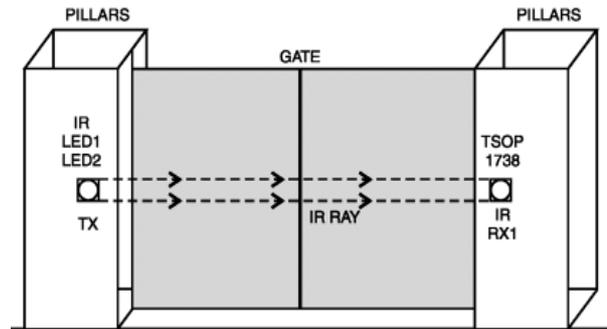

рис. 1
**Прейвин Кумар М.П.** предлагает использовать для охраны подворья **простую охранную систему** (Electronics For You №5/2004), которая сигнализирует звуковым сигналом, если кто-нибудь проходит через ворота. Передающую и приемную части охранного устройства устанавливают на противоположных столбах, к которым крепятся двери ворот (**рис.1**).